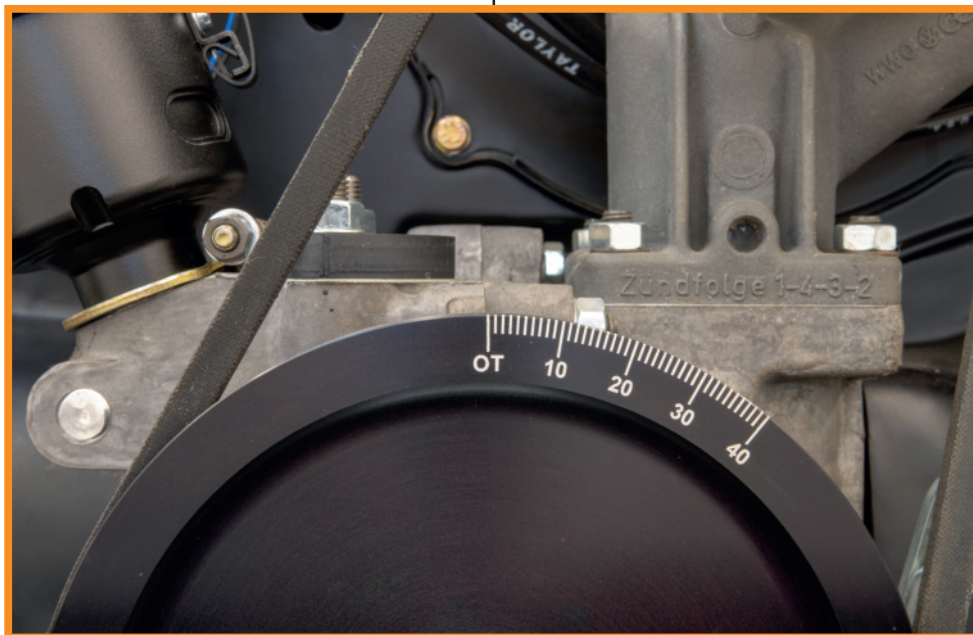

Fig. 1
- Remove the distributor cap and turn the engine clockwise until the ignition rotor points towards cylinder #1. At the same time the groove in the pulley has to line up with the parting line of the two engine case halves. Now the motor is set to ignition timing of cylinder #1 (Fig. 1).
- Entfernen Sie nun die Verteilerkappe und drehen den Motor in Drehrichtung, bis der Verteilerfinger in Richtung Zylinder 1 steht. Gleichzeitig muss die Markierung an der Riemenscheibe der Kurbelwelle mit der Trennfuge übereinstimmen. Jetzt ist der Motor auf Zündzeitpunkt Zylinder 1 gestellt (Fig. 1)